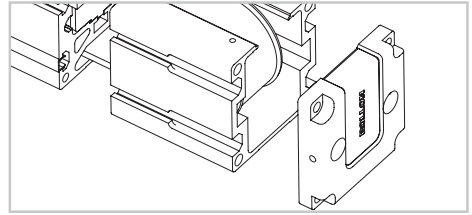

Fig. 11
- 11) Sortir la tête folle et retirer la poulie (Fig. 11).
- 12) Retirer la butée de sécurité (Fig. 11).